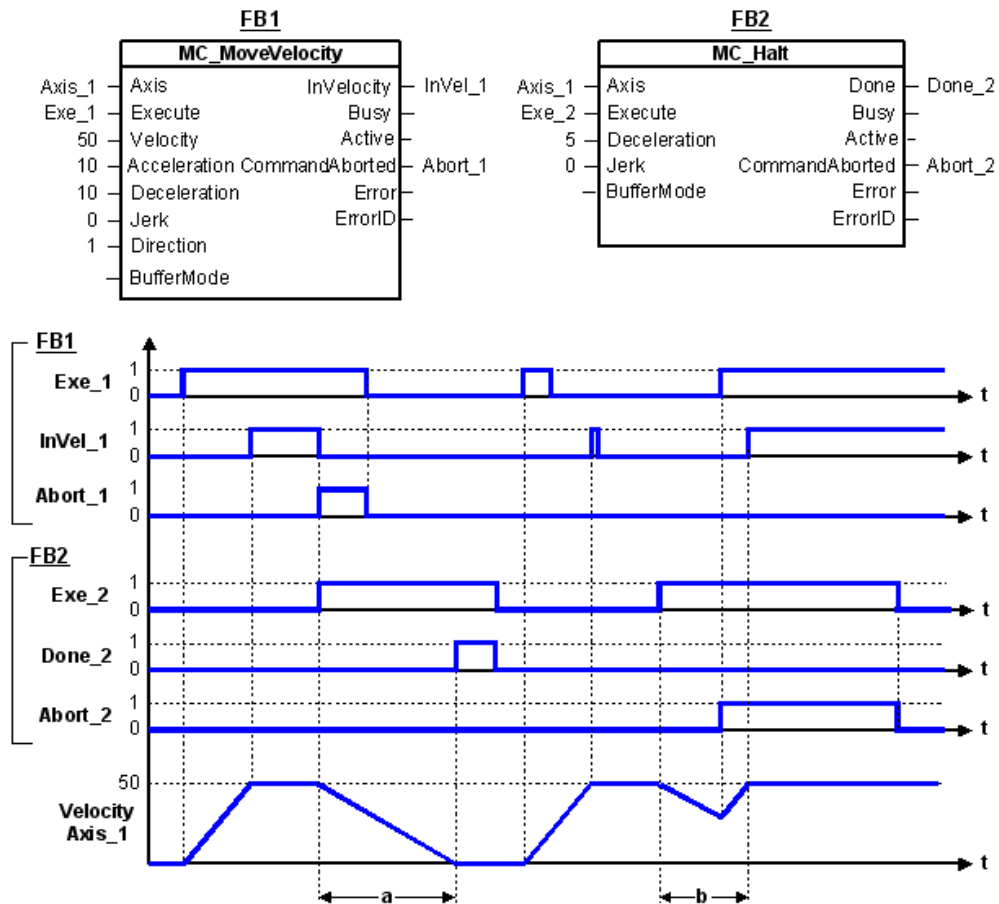

图 5.10 暂停运动
• 图 5.10 显示了 MC\_MoveVelocity 指令正在执行运动的过程中, 被 MC\_Halt 指令中断的行为。